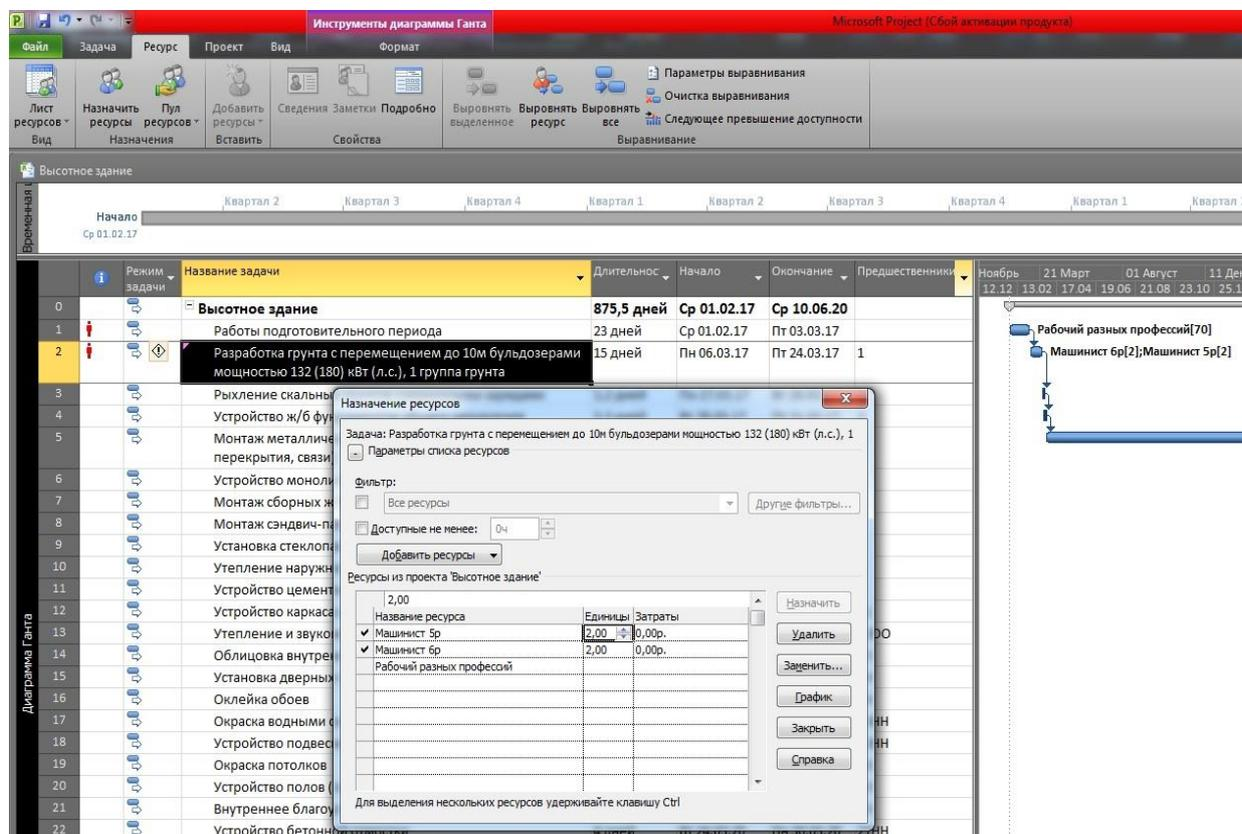

Рис. 26. Результат назначения ресурса для задачи «Разработка грунта с перемещением до 10м бульдозерами»
8) Не закрывая окно «Назначение ресурсов», левой кнопкой мыши выбираем следующую по списку задачу, например, «Разработка грунта с перемещением до 10м бульдозерами мощностью 132 (180) кВт (л.с.), 1 группа грунта». Вводим наименования трудовых ресурсов в пустые строки поля «Название ресурса», например, Машинист 6-го разряда и Машинист 5-го разряда.
свидетельствует надпись рядом с графиком, напротив задачи «Разработка грунта с перемещением до 10м бульдозерами мощностью 132 (180) кВт (л.с.), 1 группа грунта» (рис. 26);